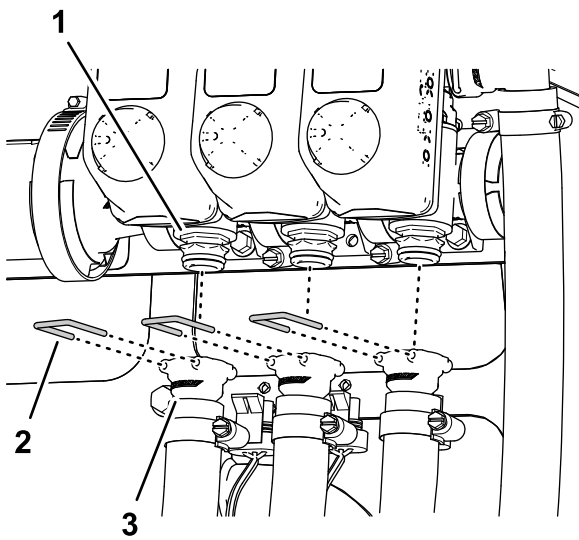

Bild 37
6. Entfernen Sie die Befestigungen, mit denen die Schnellkupplungen des linken, mittleren und rechten Zulaufschlauchs befestigt sind, von den Schnellkupplungen der Sprühabschnittventile (Bild 37).
7. Entfernen Sie die Zulaufschläuche des linken, mittleren und rechten Abschnitts von den Schnellkupplungen der Sprühabschnittventile und nehmen Sie die Schläuche von der Maschine ab (Bild 37).